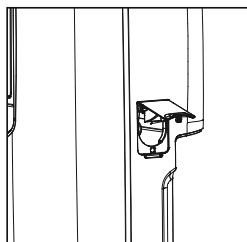
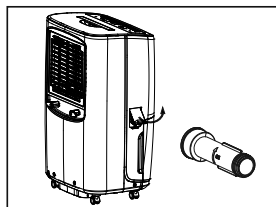

fig. 1
fig. 4
- a. Ouvrez le couvercle du drain sur le côté de l'appareil, pour repérer le connecteur de drainage à l'intérieur. (fig. 1) Prenez l'adaptateur de drainage dans le haut de l'emballage en styromousse. (fig. 4)
L'adaptateur de drainage est un accessoire pratique qui facilite l'installation du tuyau de drainage (non fourni) du déshumidificateur, toutefois il n'est pas nécessaire pour la fonction de drainage continu. Vous pouvez utiliser cette fonction en insérant le tuyau de drainage du déshumidificateur dans l'ouverture latérale et en le connectant sur une sortie. (fig. 1, 2 et 3) Il est possible d'enlever le seau afin de mieux voir le connecteur.